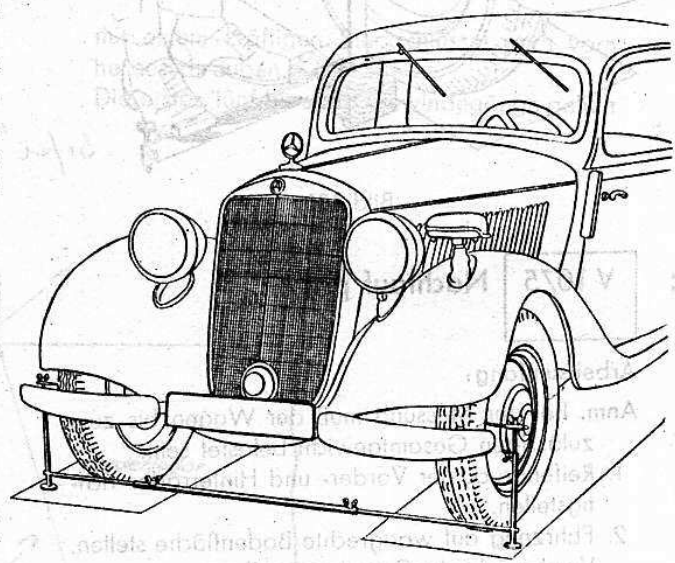

Bild 130
5. Wagen um eine halbe Radumdrehung verschieben (Kreidestrich ist jetzt in Höhe der Radmitte vorn). Unterschied zwischen eingestelltem Spurmaß und Abstand der äußeren Felgenreänder messen (Abstand muß vorne 6—8 mm kleiner sein als hinten) (Bild 130).